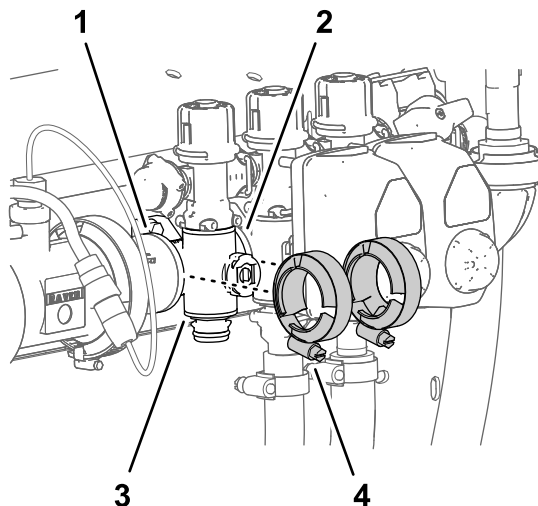

Bild 111
3. Entfernen Sie die zwei Flanschklemmen, mit denen das Abschnittverteilterventil an den Flanschen der danebenliegenden Komponenten befestigt ist (**Bild 111**).